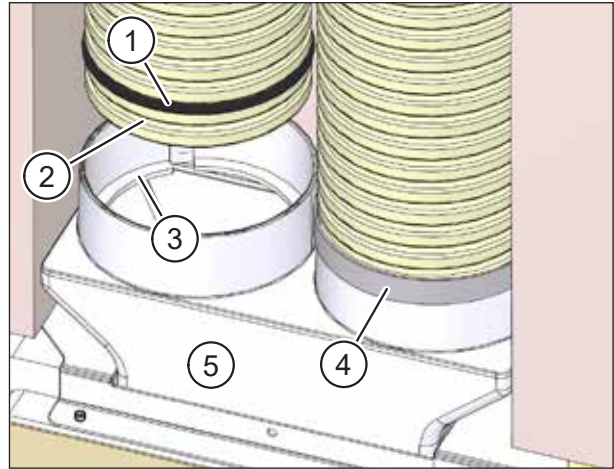

Abb. 56: Flexrohrverbindung mit Dichtband fixieren
- ▶ Setzen Sie Dichtringe (Pos. 1 in Abb. 56) in die zweite Rille am Flexrohr ein. Diese sind als Zubehör M-WRG-FR-DR75 (Art.-Nr. 5056-41/75) erhältlich.
- ▶ Setzen Sie die Flexrohre in die Öffnungen des Flexrohranschlusses ein. Stellen Sie sicher, dass die erste Rille am Flexrohr (Pos. 2 in Abb. 56) im Rastring (Pos. 3 in Abb. 56) des Flexrohranschlusses einrastet.
- ▶ Empfehlung: Dichten Sie die Verbindungsstelle mit einer Lage Dichtband von 30 mm Breite ab (Pos. 4 in Abb. 56).
- ▶ Setzen Sie den Flexrohranschluss (Pos. 5 in Abb. 56) in die Öffnung am Mauerkasten ein.